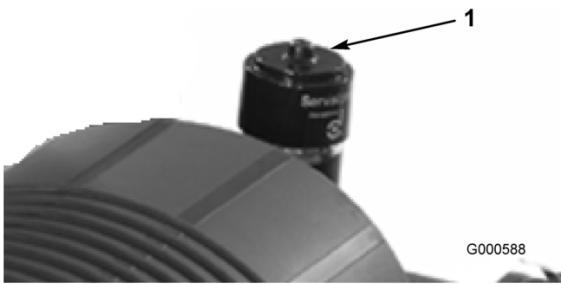

Bild 27
Warten Sie den Luftfilter nur, wenn die Wartungsanzeige dies angibt (Bild 27). Das frühzeitige Auswechseln des Luftfilters erhöht nur die Gefahr, dass Schmutz in den Motor gelangt, wenn Sie den Filter entfernen.
6. Stellen Sie die Anzeige (Bild 27) zurück, wenn sie auf Rot steht.